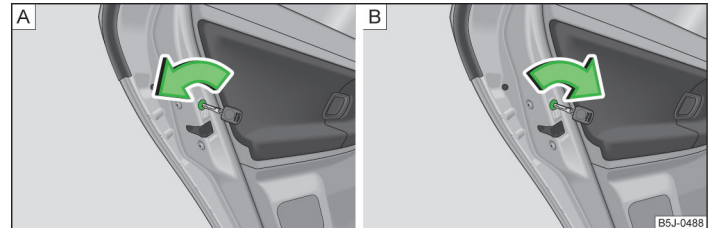

Abb. 10 Kindersicherung einschalten: für Fahrzeuge ohne bzw. mit Zentralverriegelung
- › Bei Fahrzeugen ohne Zentralverriegelung den Schlitz der Sicherung an der linken Tür entgegen dem Uhrzeigersinn drehen » Abb. 10 - **A**, an der rechten Tür im Uhrzeigersinn.
» Abb. 10 - **B**.